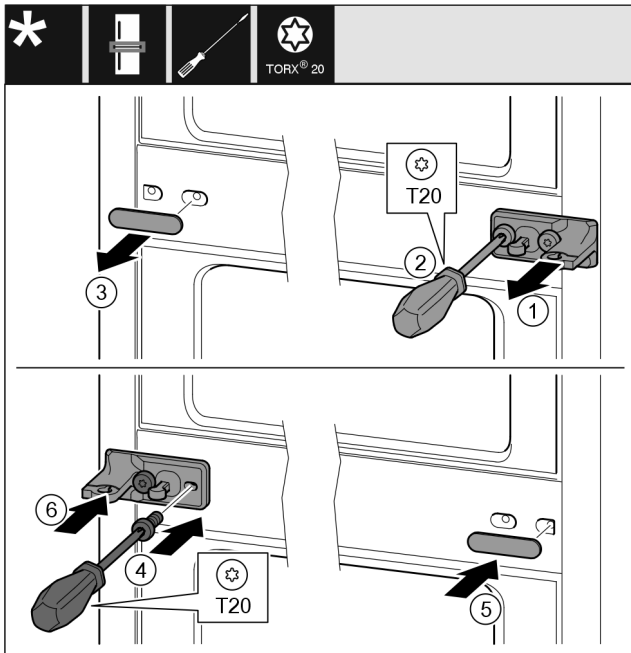

Fig. 12
- Retirer la rondelle Fig. 12 (1).
- Retirer les vis Fig. 12 (2) avec un tournevis.
- Retirer le cache Fig. 12 (3) avec précaution.
- Visser fermement le support de palier avec film Fig. 12 (4) tourné de 180° de l'autre côté.
- Installer le cache Fig. 12 (5) tourné de 180° de l'autre côté.
- Insérer la rondelle Fig. 12 (6).